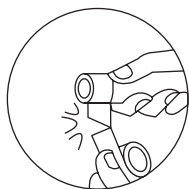

Fig. 3
- ◆ puxar a fita até romper (Fig.3)